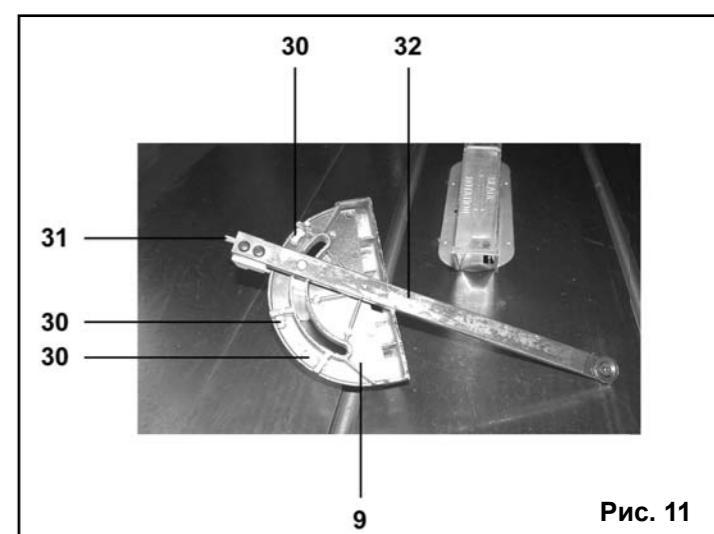

Рис. 11
8.4.1. Как показано на Рис. 11, 12, соберите и установите в паз рабочего стола (6) упор для косого и поперечного пиления (9).